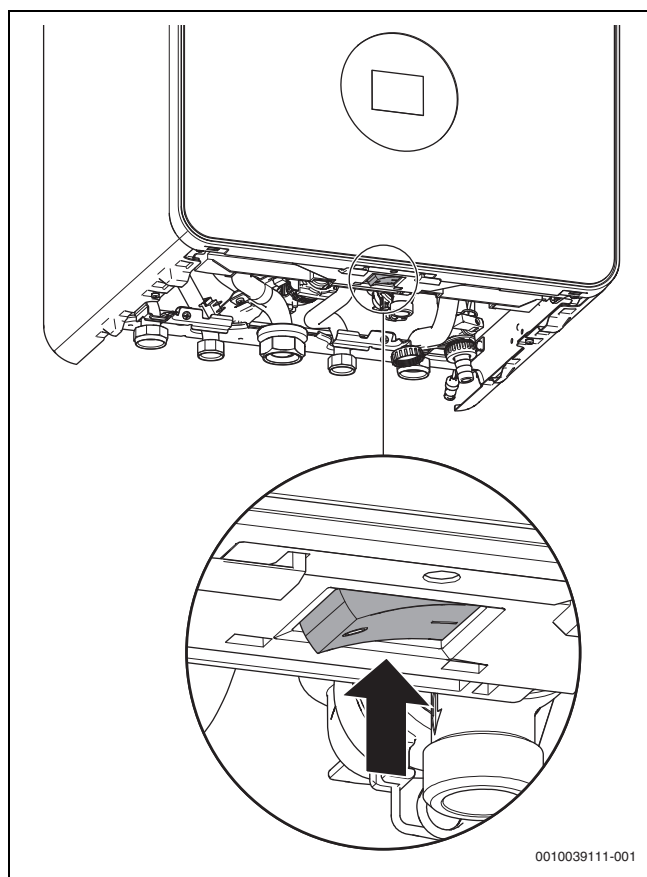

Bild 1 Schalter Ein/Aus
- Gerät am Schalter Ein/Aus (→ Bild 1) ausschalten. (*marktspezifisch)